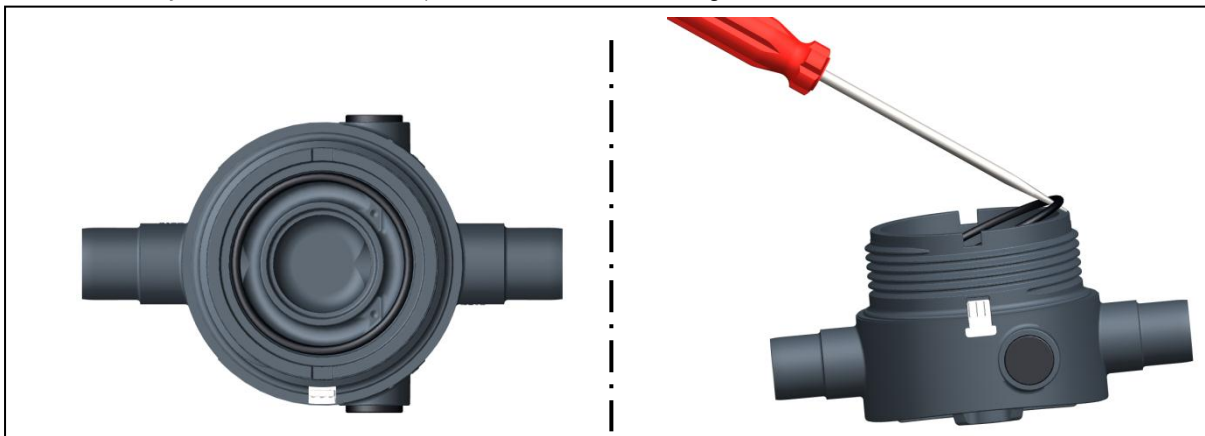

Fig. 10
- ▶ Retirar 2 juntas tóricas de la pieza de base, ver la fig. 10